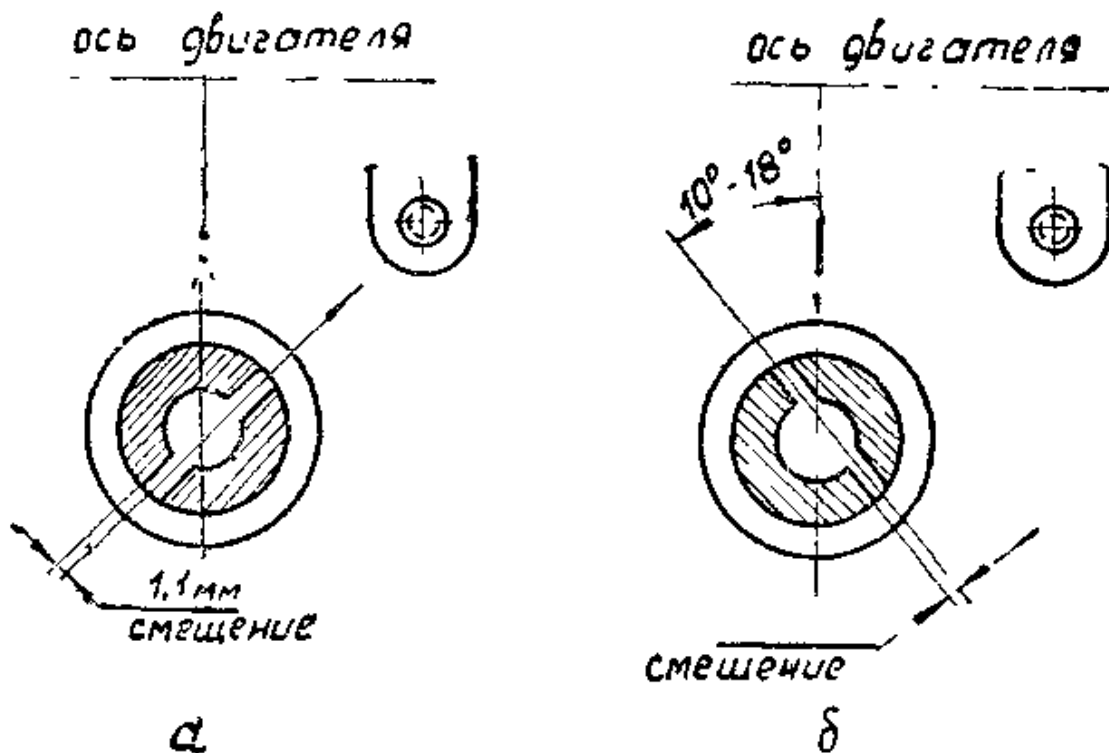

Рис. 30. Установка валика привода масляного насоса и распределителя зажигания
2. Повернуть валик привода масляного насоса так, чтобы паз на его торце, служащий для сопряжения с выступом хвостовика распределителя, был направлен в сторону шпильки крепления распределителя (рис. 30, а).
Когда шестерня валика масляного насоса войдет в зацепление с винтовой шестерней коленчатого вала, валик повернется и его паз займет необходимое положение (рис. 30, б).